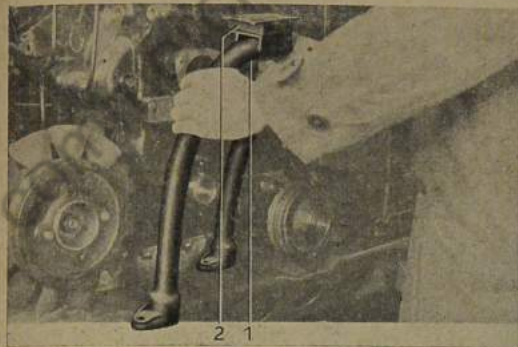

Bild 139: Vorderen Motorträger abnehmen
13. Kronenmuttern für Motorträger am Steuergehäusedeckel entsplinten und abschrauben (2 Schrauben, Muttern, Splinte). Motorträger abnehmen (Bild 139).